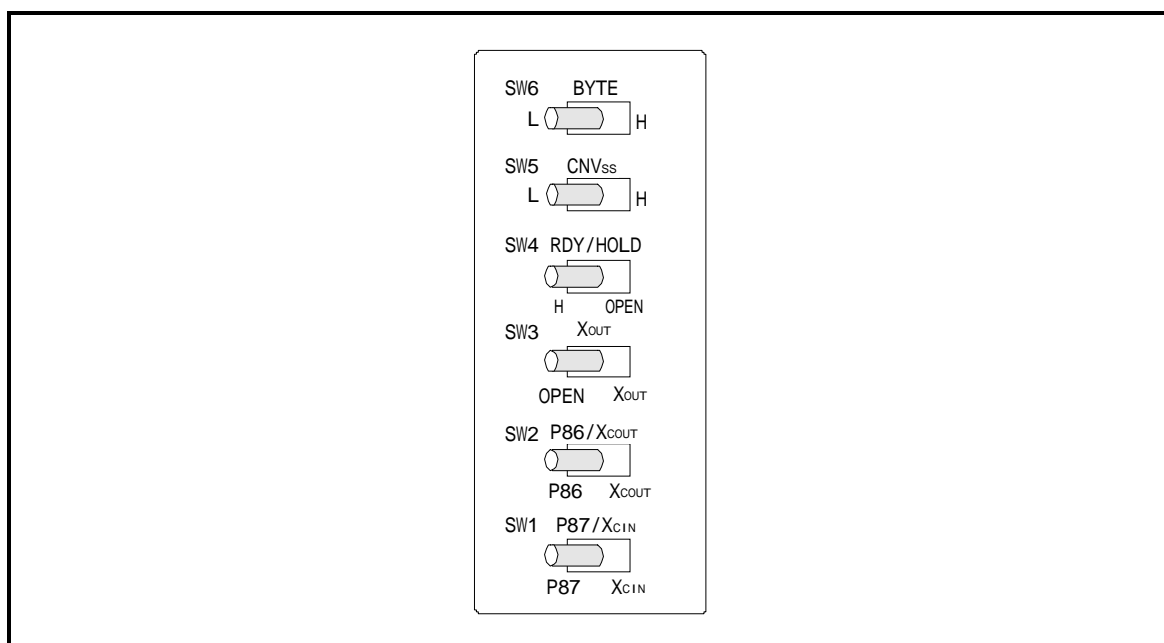

図 4.4 セルフチェック時のスイッチ設定
- ① エミュレーションボード内のスイッチ設定を出荷時の設定(図 4.4参照)にしてください。
- ② ターゲットシステムが接続されている場合は、ターゲットシステムを外してください。
- ③ 電源投入後、2秒以内にPC4701フロントパネルのシステムリセットスイッチを押し、メンテナンス用の特殊モードに切り替えます。
- ④ “SAFE”のLEDが点滅開始するのを確認後、もう一度システムリセットスイッチを押ししてください。
- ⑤ セルフチェックを開始します。約1分で正常終了表示されればセルフチェック終了です。